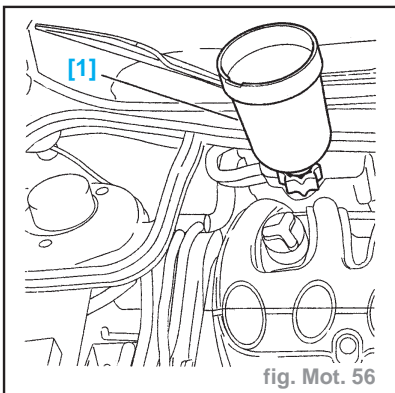

fig. Mot. 56
- Monter sur l'orifice de remplissage le cylindre de charge [1] (-).0173-2 (fig. Mot. 56).